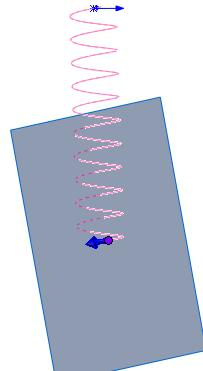

图 7-106 设置参考面
**04** 建立基准面。在菜单栏中选择“插入”→“参考几何体”→“基准面”命令，或者单击“特征”工具栏中的“基准面”图标按钮 $\textcircled{D}$ 。在属性管理器中，选择螺旋线本身和起点为参考实体，如图 7-106 所示。单击“确定”图标按钮 $\checkmark$ ，完成基准面的创建，系统默认该基准面为“基准面 1”。